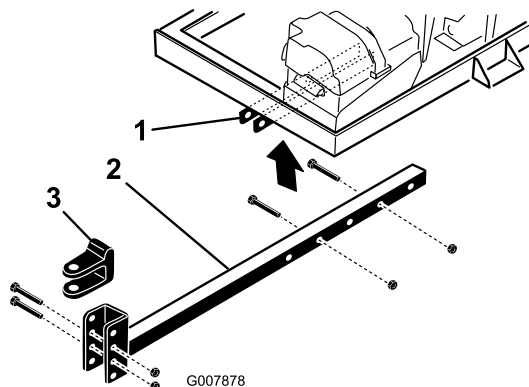

Figura 4
2. Introduza o tubo de engate nos suportes da estrutura (Figura 4). Fixe o tubo à estrutura com 2 parafusos ($\frac{3}{8}$ x 3 polegadas) e porcas flangeadas ($\frac{3}{8}$ polegadas) e aperte com 40 N·m.
- Retire os parafusos e as porcas de bloqueio que fixam a forquilha de engate (Figura 4) ao tubo de engate.
- Retire os parafusos e as porcas que fixam o tubo de engate aos suportes da estrutura (Figura 4).